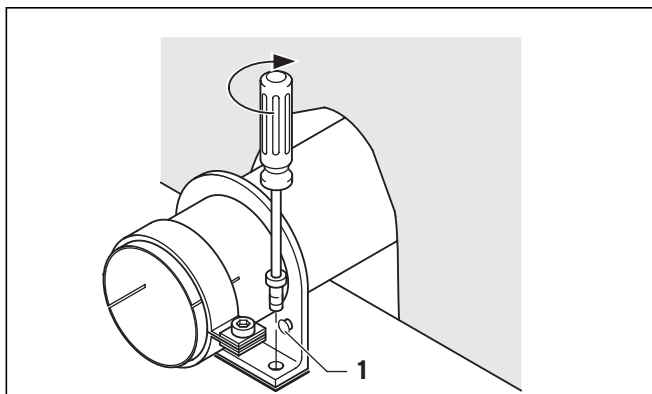

Abb. 6.15 Stützfüße festschrauben
- Verlängern Sie bei Bedarf die Druckentlastung des Grundpaketes mit dem Erweiterungszubehör (siehe Abb. 6.15), wobei die maximale Länge der Druckentlastung von 4 m (im Lagerraum) nicht überschritten werden darf.
- Legen Sie den Schneckendorn (4) inkl. benötigter Verlängerung unter die Druckentlastung.
- Stecken Sie die Abschlusskappe (5) auf das Stück des Schneckendorns (4) bzw. der Verlängerung, das in die Wanddurchführung hinein kommt.